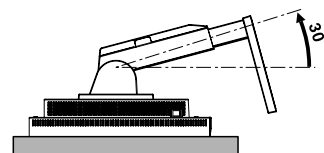

Abbildung S.2
2. Stellen Sie die Höheneinstellung vorsichtig auf 30° (**Abbildung S.2**).